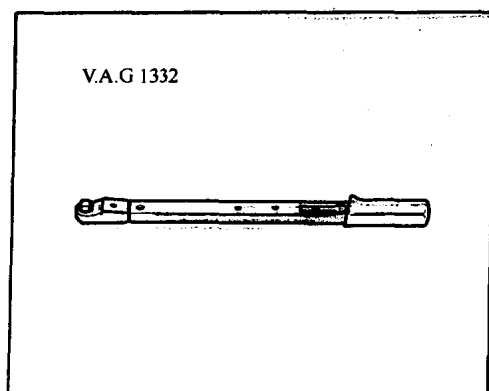

图 2-3
2)V.A.G1332 扭力扳手(40~200N·m), 如图 2-3 所示。